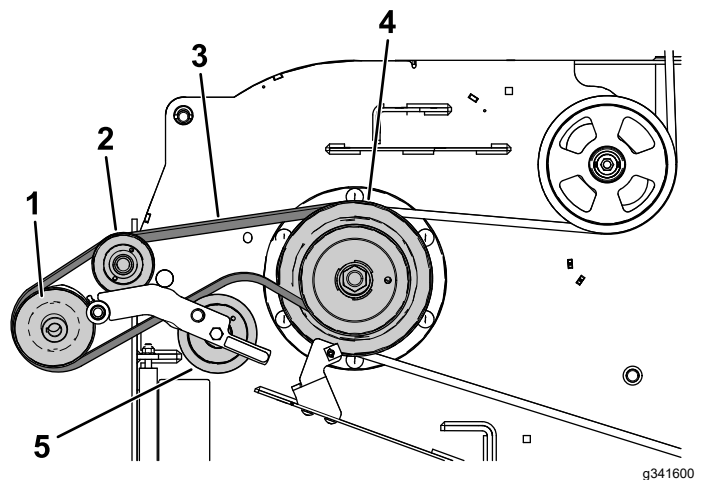

Bild 29
1. Legen Sie den Gebläseriemen um die Antriebsriemenscheibe, wie in Bild 29 abgebildet.